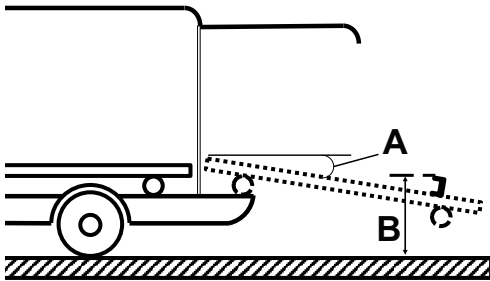

Рисунок 9 – Спецификации пластины защелки и загрузочного лотка
- Угол (А) загрузочного лотка не превышает 16° (Рисунок 9)
- Высота (В) от верха пластины защелки до пола должна составлять от 28,0 дюйма (71,1 см) до 29,4 дюйма (74,7 см) (Рисунок 9)